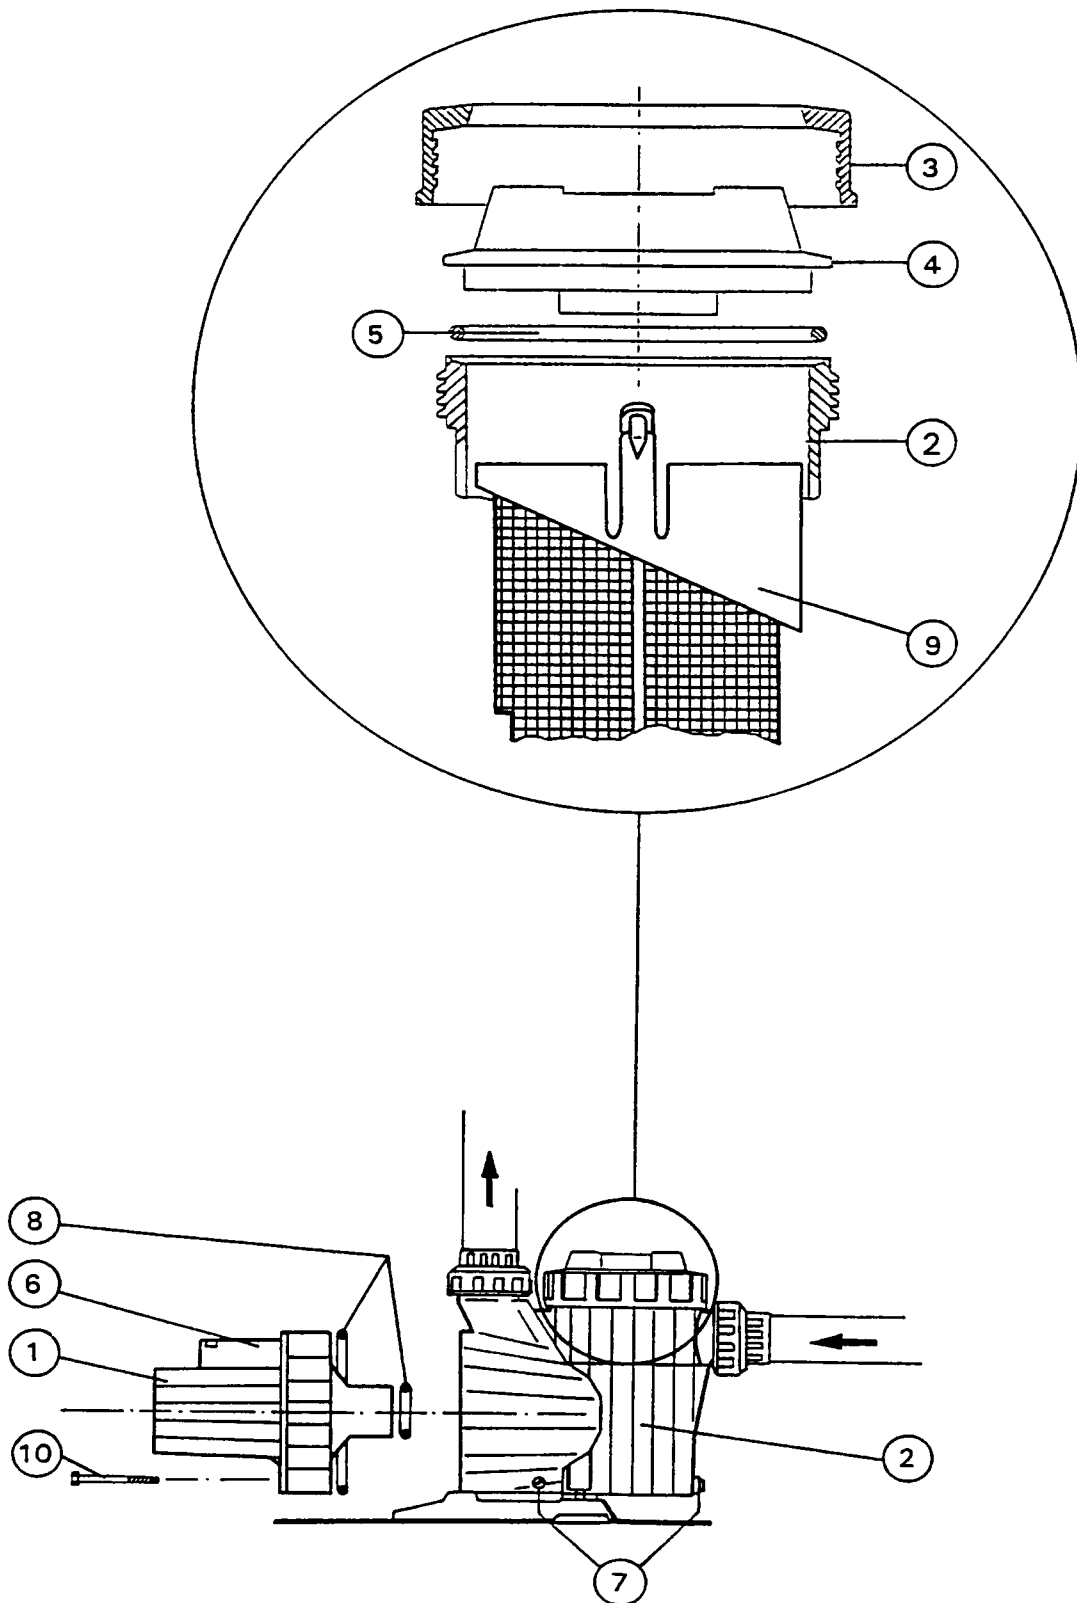

Fig. 1
4.1 Beskrivning av filterpumpen (Fig 1)
- Kopplingsmutter (Fig 1, Pos.3) till grovfilterbehållaren (Fig1, Pos.2) lossas med medföljande 12-kantsnyckel och filterlocket (Fig 1, Pos.4) demonteras.
WARNING! Starta aldrig pumpen utan grovfilter (Fig 1, Pos.9)!
- Kontroll av rotationsriktning: Krävs endast för 3-fas pump. Koppla in pumpen helt kort. Indikeringslamporna (Fig 1, Pos.6) som syns på motorns kopplingsplint får inte lysa. Om så är fallet går motorn i fel rotationsriktning. Skifta då 2 valfria faser i nätanslutningen.
- Vid ej frostsäkert placerade filteranläggningar, t ex vid utomhusbad, måste även filterpumpen vara tömd under vintern. Då öppnas avtappningsskruvarna på pumpen (Fig 1, Pos.7) med lämpligt verktyg. PVC-skruvarna kan lätt skadas. Drag endast åt avtappningsskruvarna för hand.
- Grovfiltret skall emellanåt kontrolleras och rengöras. Då skall oringstättningen och dess anliggningsyta göras ren och slät (Fig 1, Pos.5). Grovfiltret placeras åter på sin plats så att befintlig öppning i kanten griper in i medbringaren på pumphuset (Se avsnitt 6, Igångsättning !)
- Vid fel på pump: Stäng först av pumpen, sedan kan drivsidan (Fig1, Pos.1) avskiljas från pumphuset genom att de 8 skruvarna lossas (Fig 1, Pos.10) . När drivsidan monteras tillbaka är det noga med att de båda oringstättningarna placeras korrekt på plats (Fig 1, Pos.8) . Skruvarna dras åt korsvis och jämnt. Drivsidan får endast demonteras och monteras av fackman.